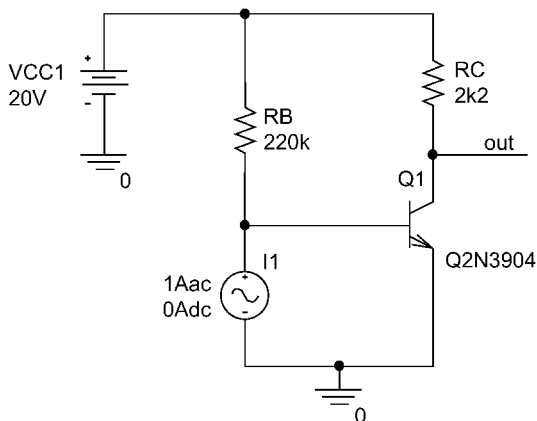

图 14.2 简单的晶体管放大电路
1. 绘制如图 14.2 所示的电路图。晶体管 Q2N3904 选自 bipolar 元器件库；电压源 V1 为交流源  $V_{AC}$ ，选自 source 元器件库。